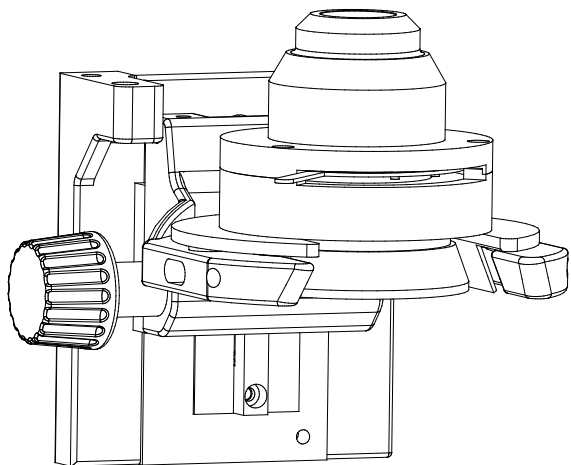

Fig.5
(4) 如果选用暗场聚光镜进行暗视野观察时，应调整聚光镜的中心，使照明均匀，若选择浸油暗场聚光镜进行高倍暗视场观察，则应聚光镜与样品下表之间滴入少许香柏油，并使其填满整个空隙，以便进行暗视场观察，见图 5 所示。